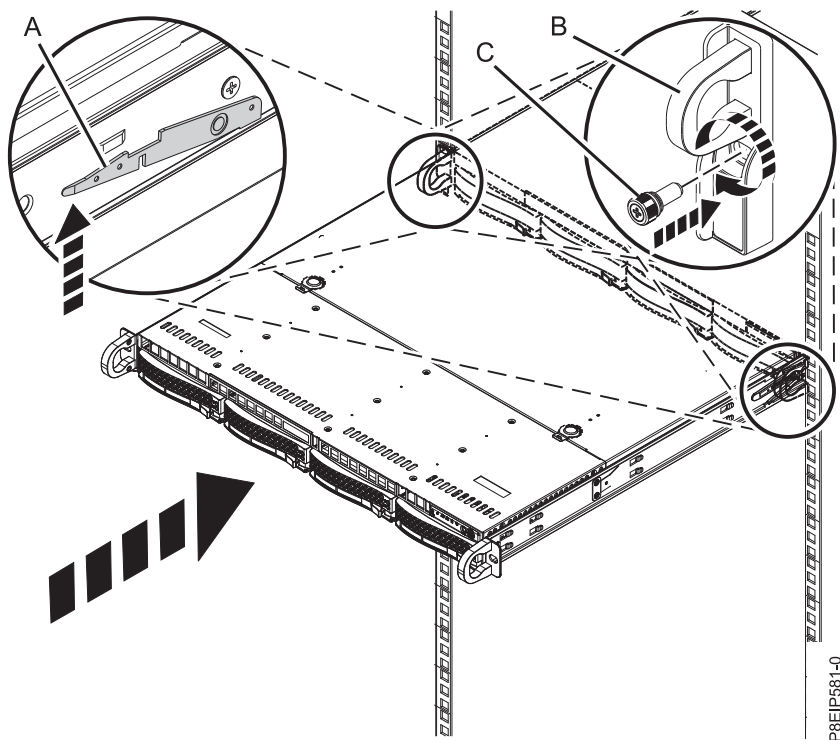

Figure 85. Mise en position de fonctionnement du système
4. Libérez les loquets de sécurité des glissières (A) en les soulevant, comme illustré dans la figure 85, à la page 88, puis insérez le système complètement dans l'armoire.